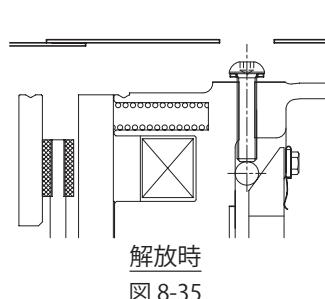

図 8-35
- (1) 屋外形の場合は、屋外カバー⑬上の窓部の蓋を取り外してください。グロメット⑧(屋内形の場合)を取り外し、六角棒スパナ(M 8穴付ボルト用)にてブレーキゆるめボルト②を一旦外し、ゴムパッキン③と手動解放防止用スペーサ④を取り外してください。再度ボルトを六角棒スパナでねじ込んでいくと、ブレーキは解放されます。この時ブレーキゆるめボルトを回しすぎないようにしてください。(ブレーキが解放されたか確認しながら、ブレーキゆるめボルト②を回してください。) (図 8-35 参照)